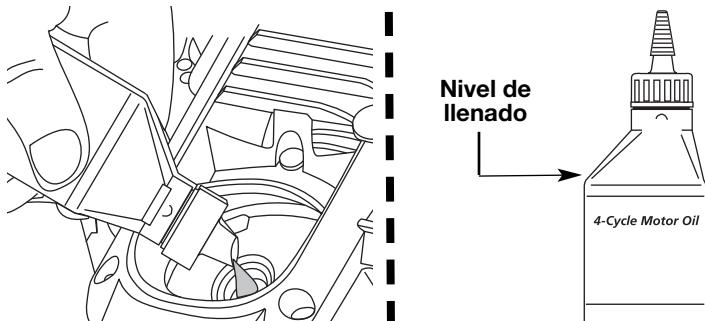

Fig. 23
5. Retire el tapón de llenado de aceite / varilla de medición e inspeccione el nivel del aceite. El aceite debe llegar hasta la parte superior de la varilla de medición (Fig. 23).
6. Si el nivel está bajo, agregue una pequeña cantidad de aceite en el orificio de llenado de aceite y vuelva a medir (Fig. 23). Repita hasta que el nivel de aceite llegue hasta la parte superior de la varilla de medición.
NOTA: Use la botella y la boquilla que guardó del uso inicial para medir la cantidad correcta. El nivel de 90 ml (3,04 onzas) está aproximadamente en la parte superior de la etiqueta de la botella (Fig. 23). Mida el nivel con la varilla de medición. Si el nivel está bajo, agregue una pequeña cantidad de aceite y vuelva a medir (Fig. 23). No lo llene demasiado.